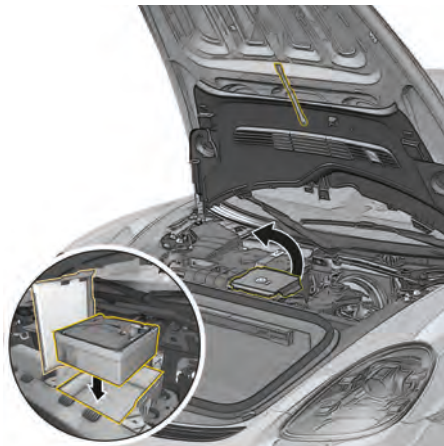

図 215：タイヤ充填コンプレッサーの交換
1. タイヤ充填コンプレッサーを収納ボックスに入れてください(図 215)。